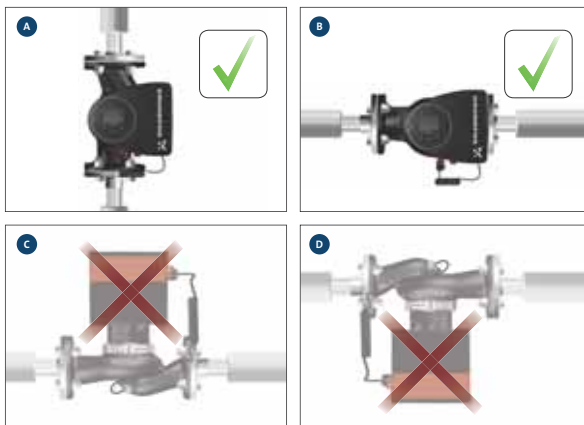

Fig. 5 Pumpe monteret med vandret motoraksel
- Pumpe monteret korrekt i et lodret rør. Se fig. 5 (A).
- Pumpe monteret korrekt i et vandret rør. Se fig. 5 (B).
- Montér ikke pumpen med lodret motoraksel. Se fig. 5 (C og D).